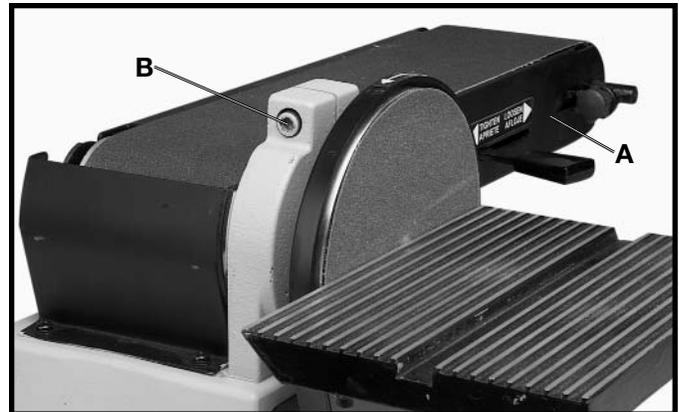
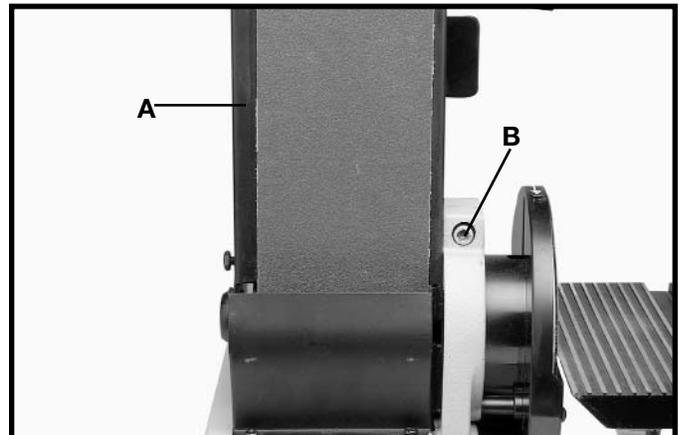

Fig. 25
Fig. 26
2. Le bras de ponçage (A) peut être utilisé en position horizontale comme l'illustre la figure 25; en position verticale comme l'illustre la figure 26, ou à tout angle intermédiaire et ce en desserrant la vis (B) fournie, en positionnant le bras (A) à l'angle voulu et en resserrant la vis (B).